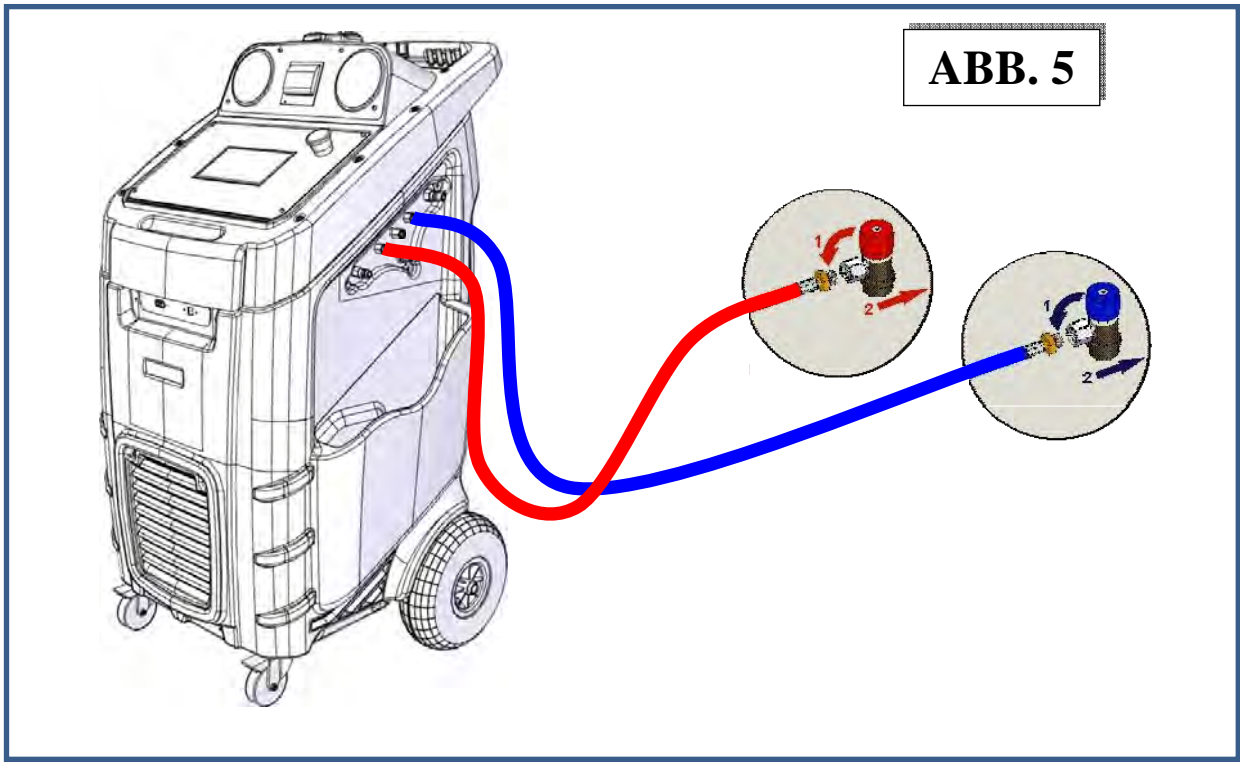

ABB. 5
- n. langsam HD und ND Kupplung lösen (Ref. 1 und 2, Abb. 5), um verunreinigtes Gas zu entlüften (Schutzbrille und Schutzhandschuhe tragen)